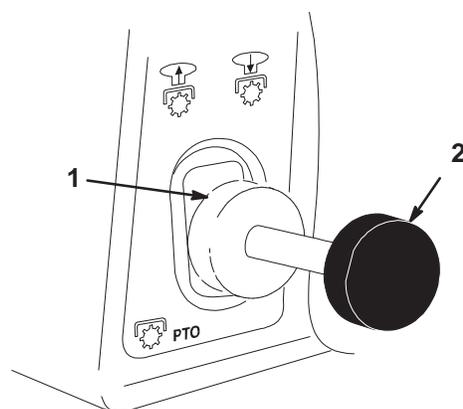

Abbildung 7
2. Das Mähwerk eingekuppeln (Position “ON”) (Abb. 7).
2. Das Mähwerk auskuppeln (Position “OFF”) (Abb. 7).